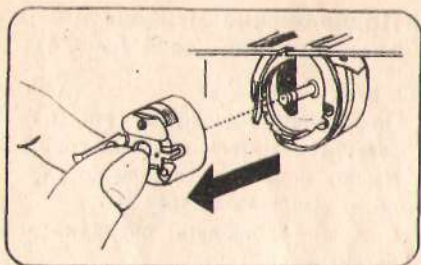

рис. 7
7. Вынимание шпульного колпачка со шпулькой (рис. 7)